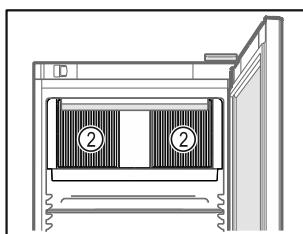

Fig. 59
- Cirkulācijas gaisa ventilatora ventilācijas spraugas Fig. 59 (2) iekšējā nodalījumā turiet brīvas.